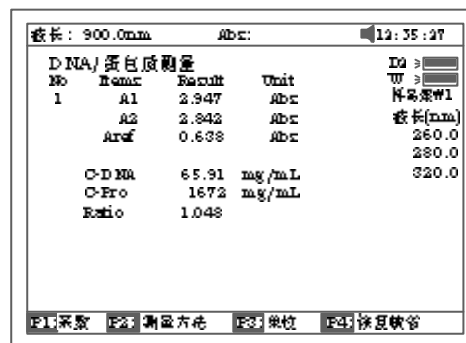

图 65
b. 待测样品拉入光路中，按【START】键开始测量。最后测量结果显示如图 65。
- 图 65 中,按【SAVE】键,再输入文件名后按【ENTER】确认即完成测试结果的存储。
- 图 65 中,按【PRINT】键即可打印出测试报告,图 67。